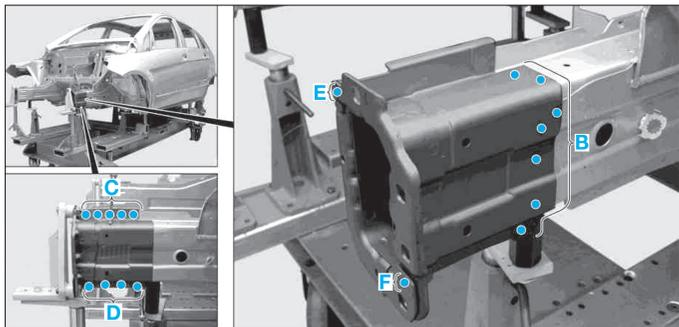

FIG. 3
- Souder les points dans les zones (C) et (D) (Fig.3).